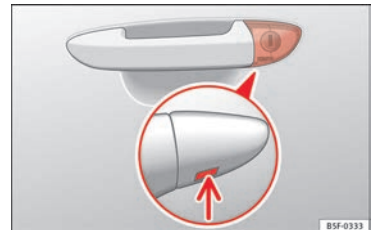

Fig. 3 Poignée de la porte du conducteur : barillet de serrure caché.
• Introduisez le panneton dans l'ouverture inférieure du cache de la poignée de la porte du conducteur » fig. 3 (flèche) et soulevez le cache.